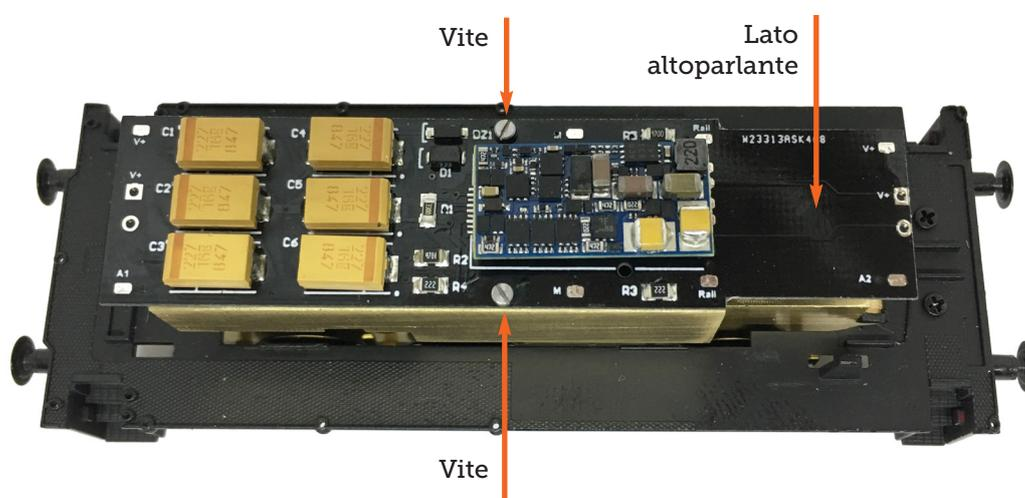

figura 1
2. Posizionare la nuova main board, rispettando il verso come in figura 1, fissandola con le due viti presenti nel kit. **IMPORTANTE** inserire uno spessore, non conduttivo, di circa 1,5mm tra la PCB e il motore per bloccarlo.